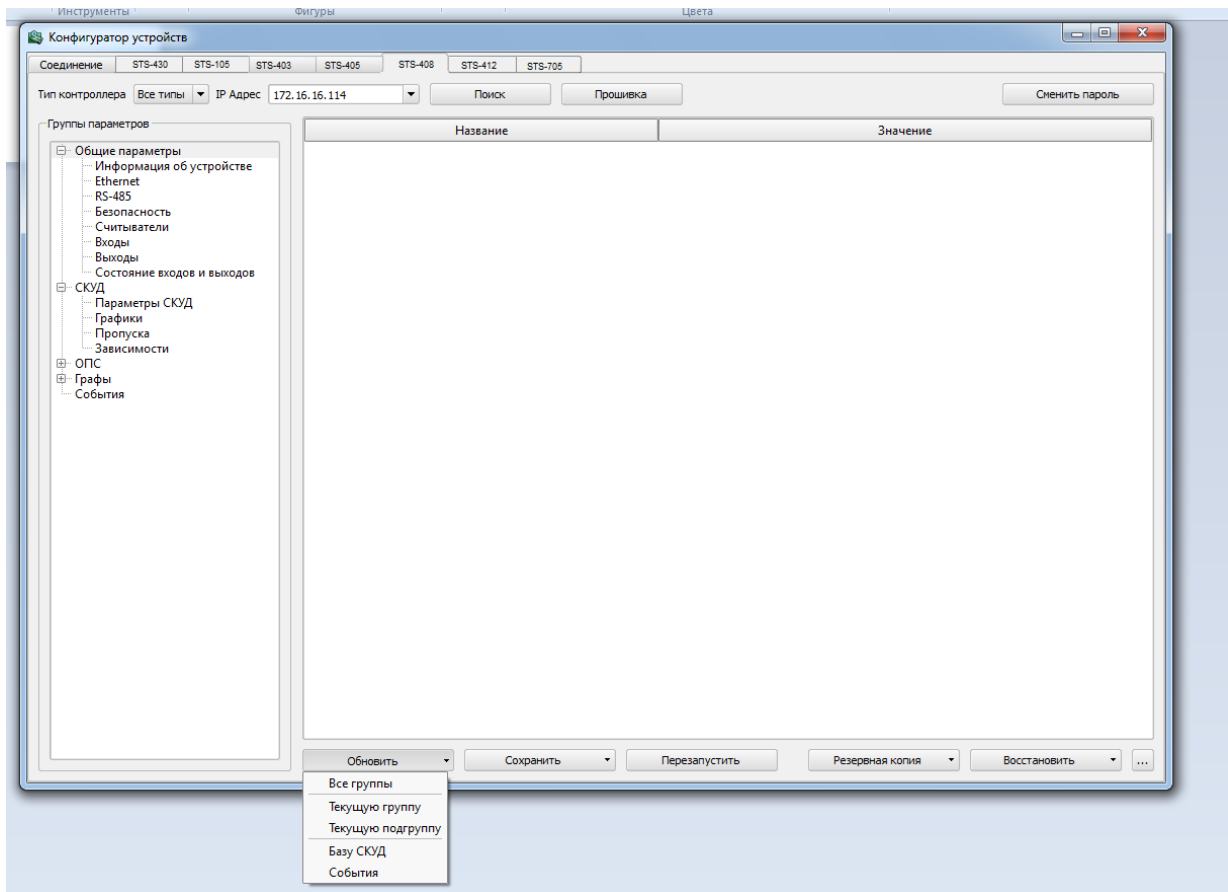

Рисунок 6
– «Обновить» – данная кнопка позволяет выгрузить из контроллера данные всей группы, текущей выделенной группы или текущей выделенной подгруппы, а также базу данных СКУД и журнал событий (рисунок 6);